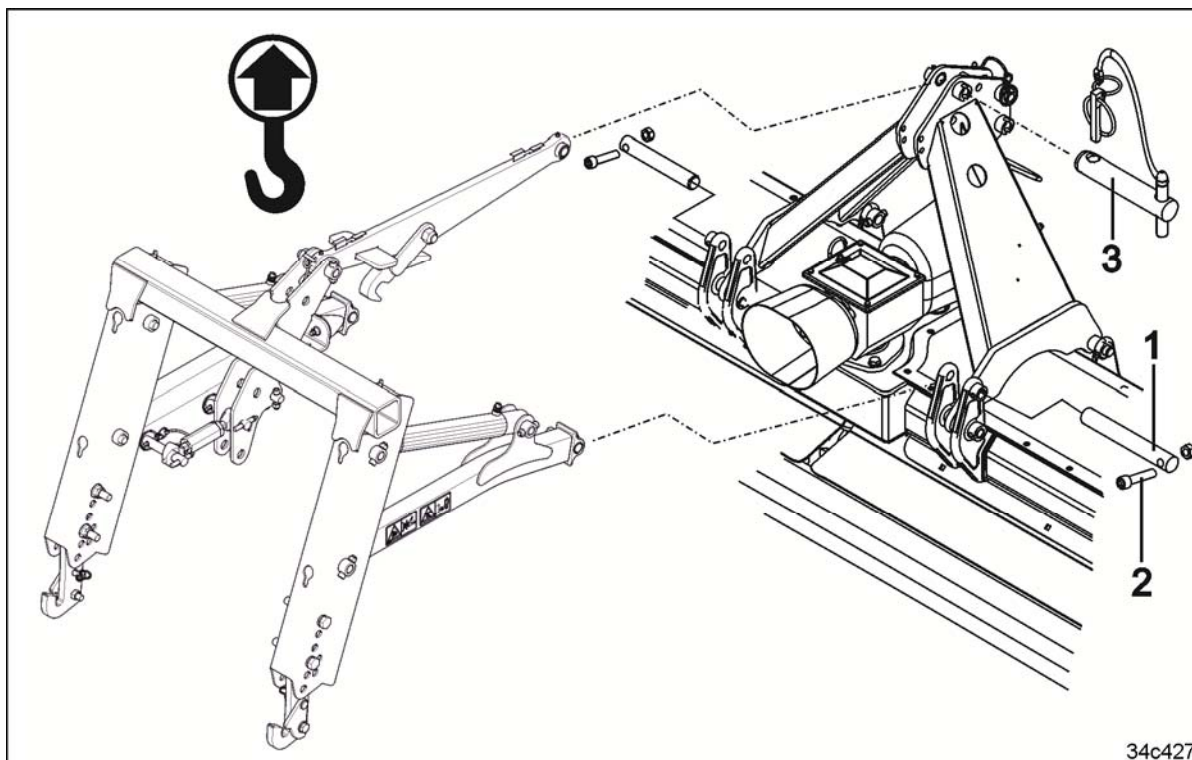

Fig. 87
5. Introduceți cadrul de ridicare la punctele inferioare de sprijin. Asigurați bolțul (Fig. 87/1) cu un șurub (Fig. 87/2) cu piulița.
6. Introduceți bara inferioară cu un bolț (Fig. 87/3) și asigurați cu un șplint.